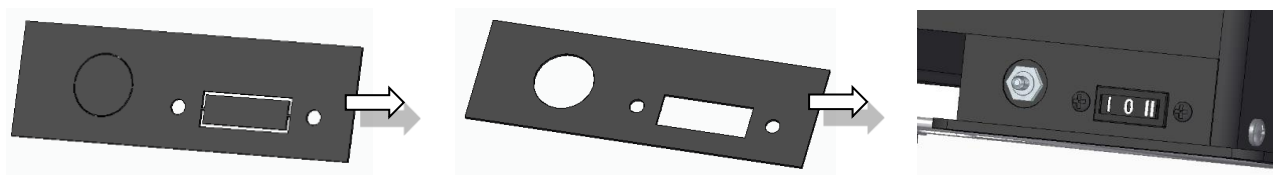
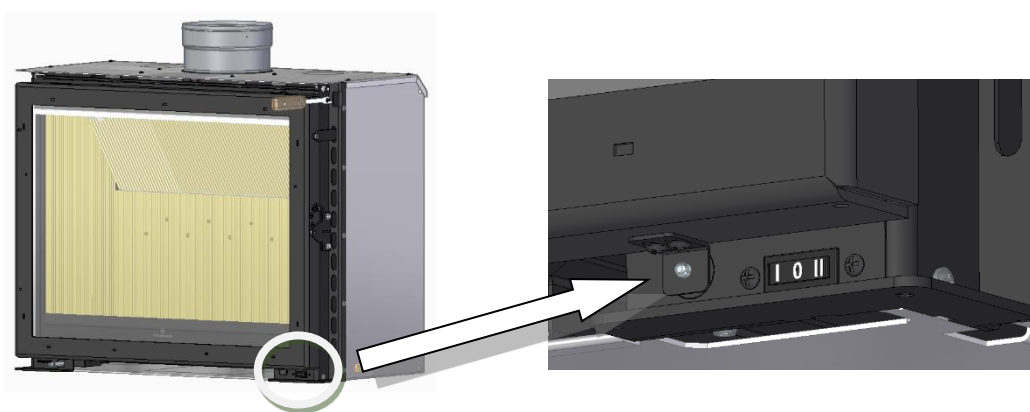

Figura 50 – Fixação do micro-switch e botão On-Off
Figura 51 – Ajuste da patilha da porta, acionamento micro-switch
- c. Por fim, deverá colocar o micro-switch e o botão On-Off no devido local, como mostra a Figura 50, deverá primeiro partir as micro-juntas da chapa que está no equipamento, no canto inferior direito para fixar os componentes.
- d. Depois de colocar os componentes no equipamento, Figura 50, deverá ajustar a patilha que está por baixo da porta, de modo que a porta depois de fechada a patilha acione o micro-switch, ver Figura 51.